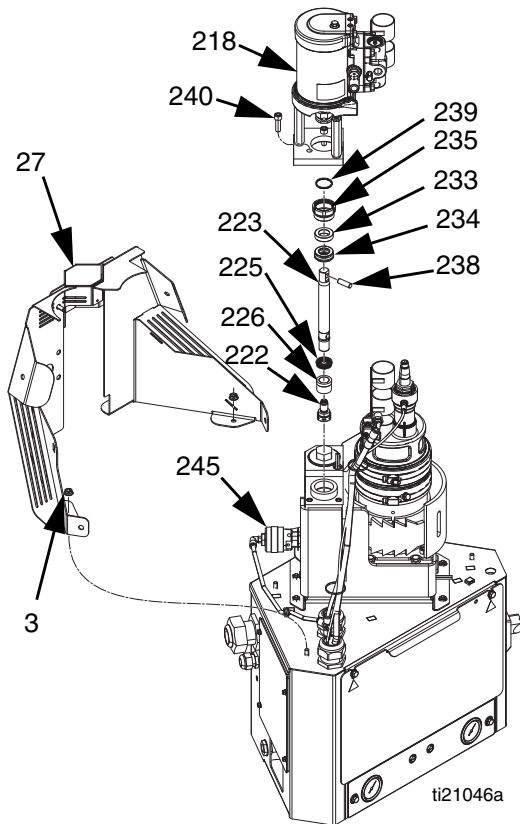

FIG. 27
Desmontaje (consulte la FIG. 27):
Montaje (consulte la FIG. 27):
9. Instale el conjunto del motor neumático (consulte la FIG. 27):
- a. Instale los tres tornillos (240).
- b. Con el anillo de retención alrededor de la varilla del pistón, instale el pasador de anclaje (238).
- c. Instale el anillo de retención (239) sobre la clavija de anclaje.
10. Use las tuercas (3) para instalar la protección del fundidor (27).
12. Instale la cubierta de plástico (27).
4. Retire la cubierta de plástico (27). Consulte la FIG. 27 en la página 54.
5. Retire las tuberías de aire de la válvula de alivio (245) y el motor neumático (218). Consulte la FIG. 27 en la página 54.
6. Retire las tuercas (3) que sujetan la protección del fundidor (27) en su lugar y luego retire la protección del fundidor. Consulte la FIG. 27 en la página 54.
7. Retire el conjunto del motor neumático. Consulte la FIG. 27 en la página 54:
- a. Retire el anillo de retención (239).
- b. Retire el pasador de anclaje (238).
- c. Retire los tres tornillos (240).
8. Use un destornillador de cabeza plana y un martillo de goma para aflojar la tuerca de retención (235).
9. Use las pinzas de bloqueo de canal para retirar la tuerca de retención (235).
10. Introduzca una llave Allen por el orificio en la parte superior de la varilla del pistón (223) para sacar la varilla del pistón (223) fuera del colector. Esto también retirará el sello en U del cuello (234) y el rodamiento del cuello (233).
12. Use un trinquete de 1/2 pulg. sin un tubo para retirar la válvula de pie (230) de la parte inferior del colector de salida del fundidor (203).